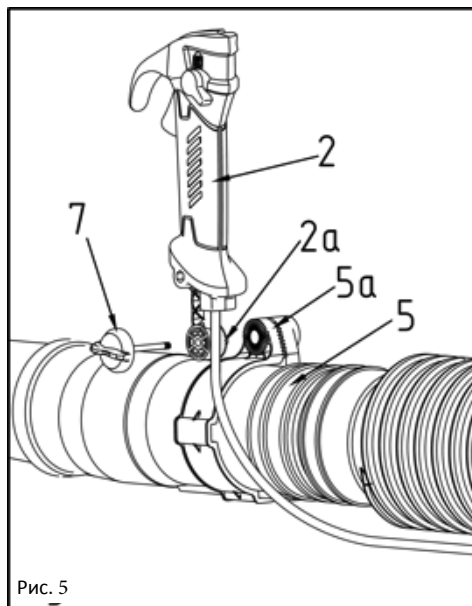

Рис. 5
- Установите рукоятку управления (2) на хомут (5а), затем затяните фиксирующий винт (7) от руки (рис. 5)